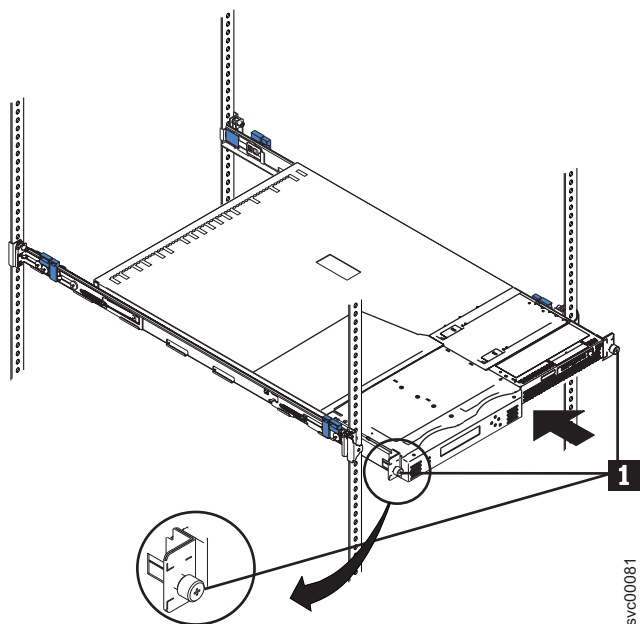

図41. ラックへの SAN ボリューム・コントローラー 2145-8F4のスライド
2. ラック前面にある 2 つのラッチの止め金を掛けて、ノードをラックに取り付けます。(71 ページの図 41 の **1**)。
注: レール・アセンブリーの前面の外観は、71 ページの図 41 に示す前面とは異なります。